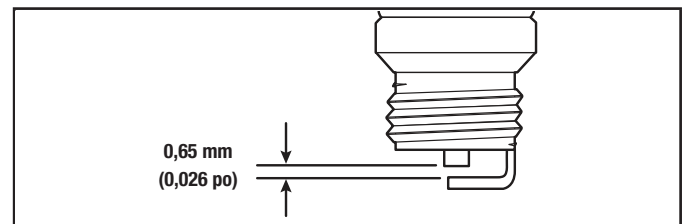

Figure 45
7. Utilisez une jauge d'épaisseur pour régler l'espacement à 0,65 mm (0,026 po) (Fig. 45).